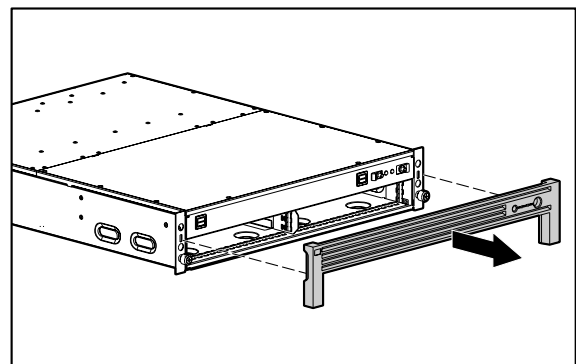

Figura 6: Extracción del bisel
1. Extraiga el bisel retirándolo de la parte frontal del chasis como se muestra en la Figura 6.